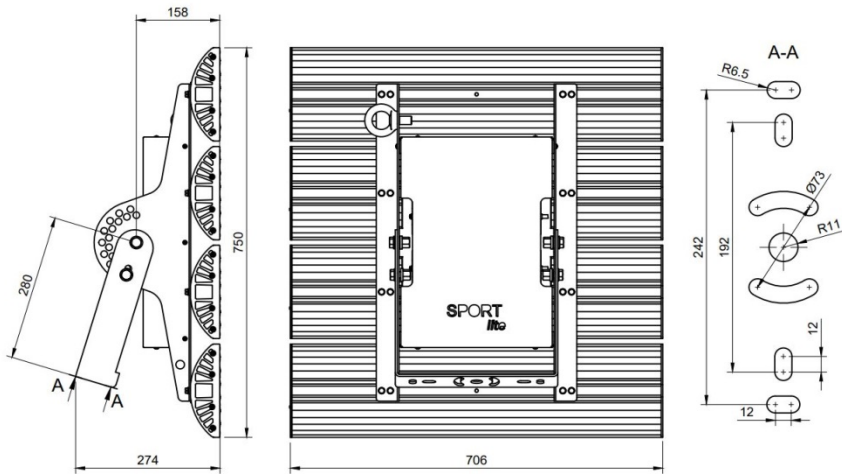

Рис.1 – Внешний вид, габаритные и присоединительные размеры
- 4.1. Монтаж проектора к основанию выполнить винтами М12 (в комплект поставки не входят), через отверстия в опорном кронштейне (см. рисунок 1).